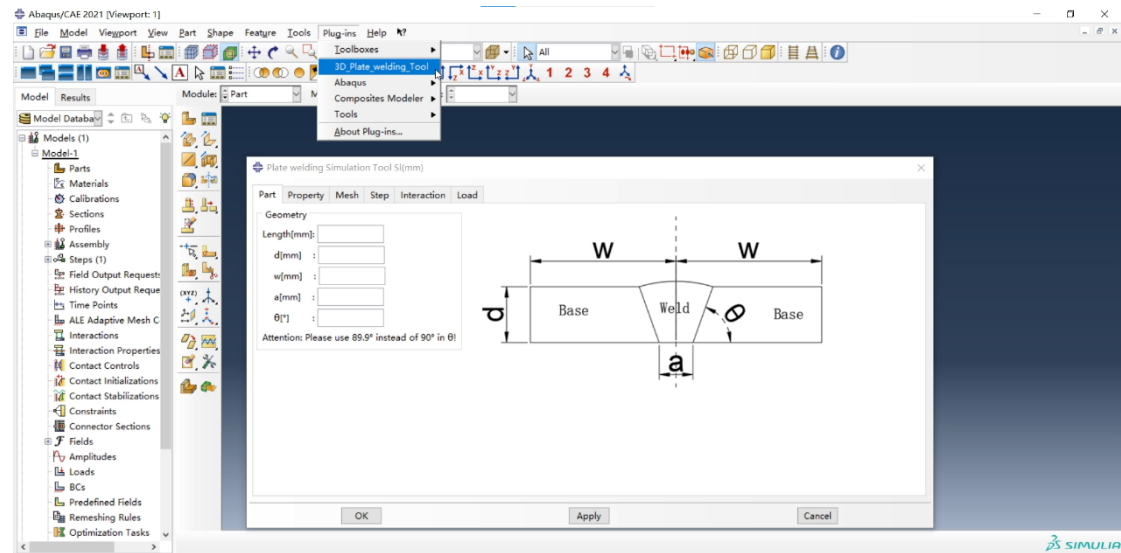

图 3-1-3
3) 以管理员身份启动 Abaqus CAE，在任务栏里点击 Plug-ins，即可调用插件名为 3D_Plate_welding_Tool 的焊接模拟插件如图 3-1-3。